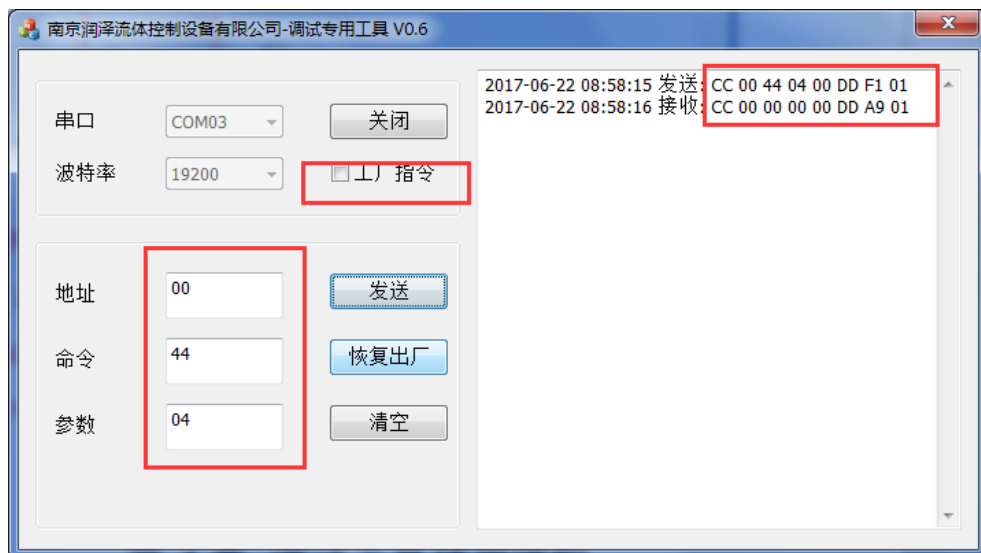

图 12
3、使用 44 命令，在地址栏输入 00（若地址改变，则输入改变的地址），在命令栏输入 44（电机通过码盘转动, 自动选择最优路径），在参数栏输入 04 点击发送此时切换阀会转动至 4 号通道为与公共孔相通。转至 4 号位后接收指令如图 12 所示。